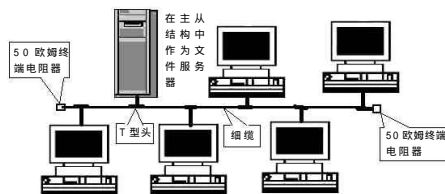

图27
① 10Base-2 总线型网络的组建
A. 网络拓扑结构及组成。总线型网络的拓扑结构如图27。其中线缆使用细同轴电缆,细缆与细缆之间